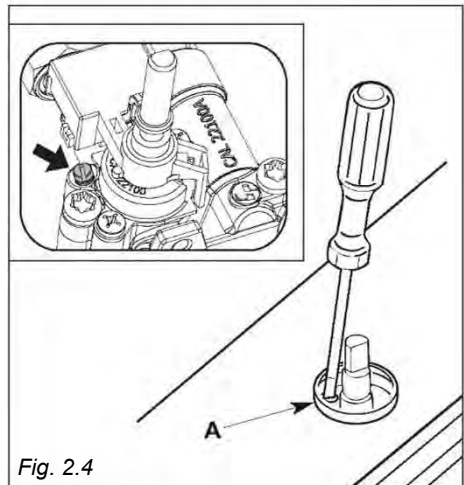

Fig. 2.4
- Con un pequeño destornillador plano, gire el tornillo «A» a la regulación correcta (Fig. 2.4).